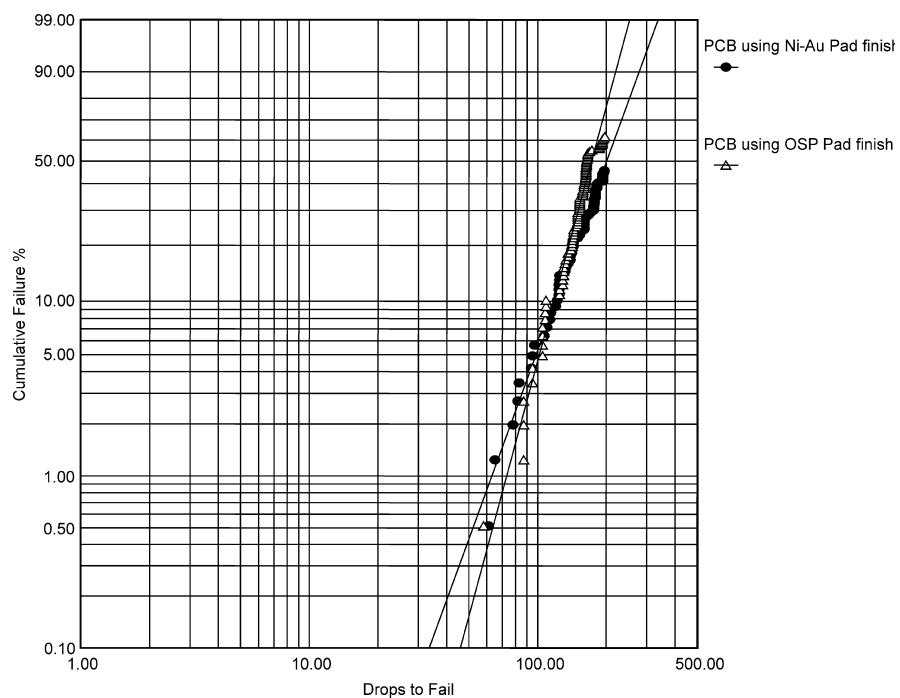

FIGURE 5. Weibull Plot for the 100 Bump micro SMDxt Showing Results of Drop Test per JESD22-B111
3. 落下試験：落下試験の結果を Figure 5 ~ 6 に示します。これは JEDEC JESD22-B111 落下試験仕様に基づいて落下試験を行った 100 バンプ部品の結果です。落下試験のセットアップ、基板レイアウト、治具、およびすべての落下要件は、JESD22-B111 仕様に基づいています。すべての落下は部品面を下にした平面落下です。ピーク減速度は 0.5ms (正弦半波パルス) で 1500g です。6 回の連続落下で、200ns にわたって抵抗値 1k Ω が 4 回以上記録された場合を不合格としています。結果のグラフから、試験対象とした PCB パッド仕上げ (OSP と ENIG) の間に大きな違いがないことがわかります。
2006年10月	Table 3、4、Figure 5 を差し替え。落下試験のテキストを更新。